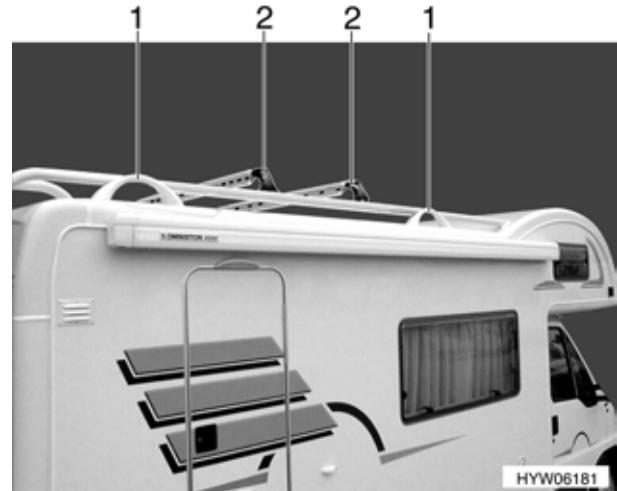

Bild 1 Lastenträger
- Der Lastenträger (Bild 1,2) darf nur zwischen den Dachreling-Haltern (Bild 1,1) befestigt werden.